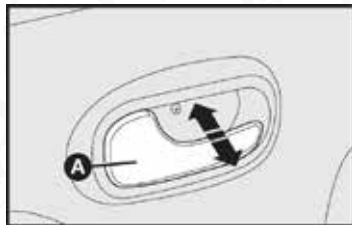

fig. 59
- Apertura: Tire de la palanca A-fig. 59.